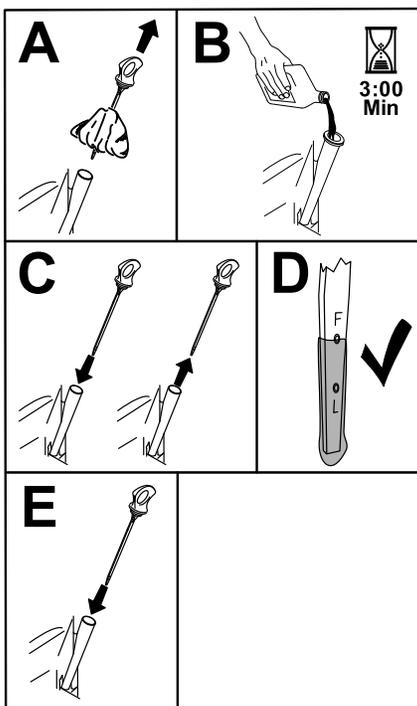

Рисунок 44
6. Медленно залейте приблизительно 80% масла указанного типа в заливную горловину и затем медленно добавляйте масло, чтобы довести его уровень до отметки «Полный» (Рисунок 44).